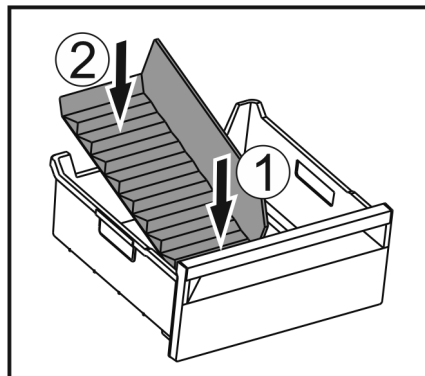

Fig. 167
- Установите переднюю часть разделителя отделения для льда. Fig. 167 (1)
- Опустите заднюю часть разделителя отделения для льда на дно выдвижного ящика. Fig. 167 (2)